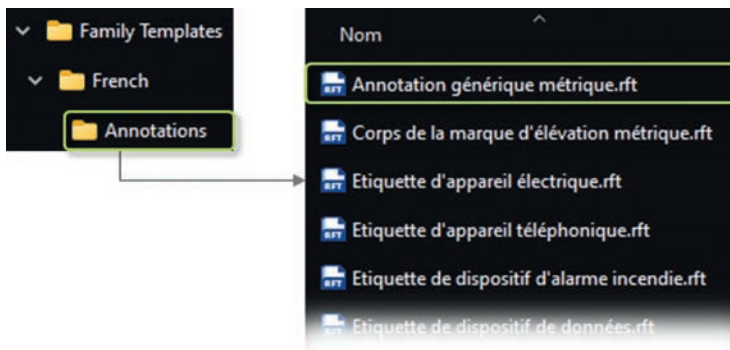

Fig. 9.22
- Créez une nouvelle famille basée sur le gabarit nommé Annotation générique métrique (il se trouve dans le dossier Annotations des gabarits de familles, fig. 9.22).